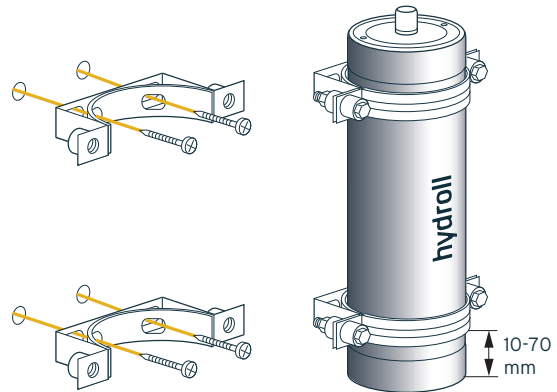

FIGURA 5.3 Posiciones de abrazadera recomendadas
7. Fije el acumulador con las abrazaderas suministradas por el fabricante, como se ilustra en la Figura 5.3.